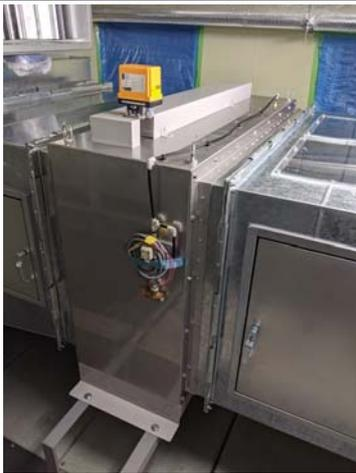
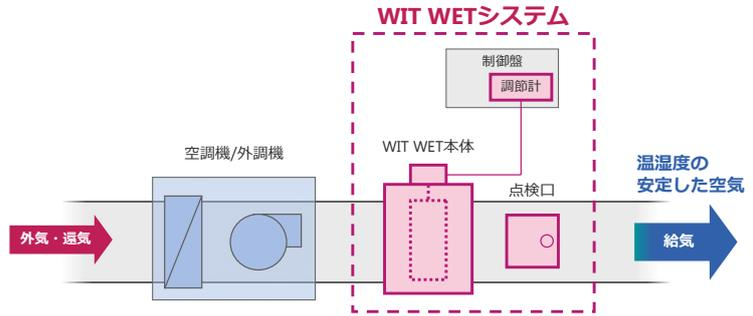

図1 外観写真
図2 システム図
- コンパクトなケーシングに、駆動部付きの加湿エレメントと給水配管・バルブを収めたシンプルな構成です。（図1、図2）